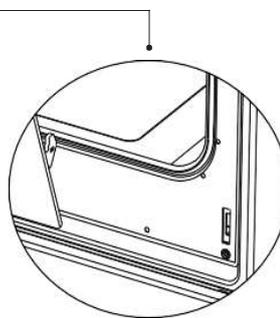

Figure 9.2
Pour retirer la porte du four, tirez-la vers le haut en utilisant vos deux mains lorsqu'elle est proche de la position fermée (**Figure 9.2**).
6. Pour retirer facilement la porte du four, lorsqu'elle est presque fermée, tenez la porte à l'aide de vos deux mains et tirez la vers le haut (figure 9.2).